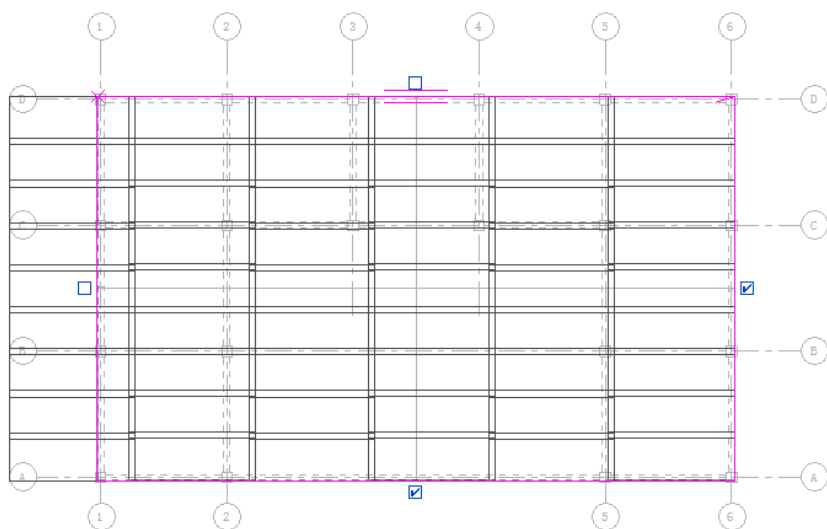

图 13-43 分布筋交错
- 分布筋交错：钢筋网片按列放置，每列从该列顶部和底部交替放置的整个钢筋网片开始，剪切列中的最后一个钢筋网片，使之适合钢筋网边界，如图 13-43 所示。